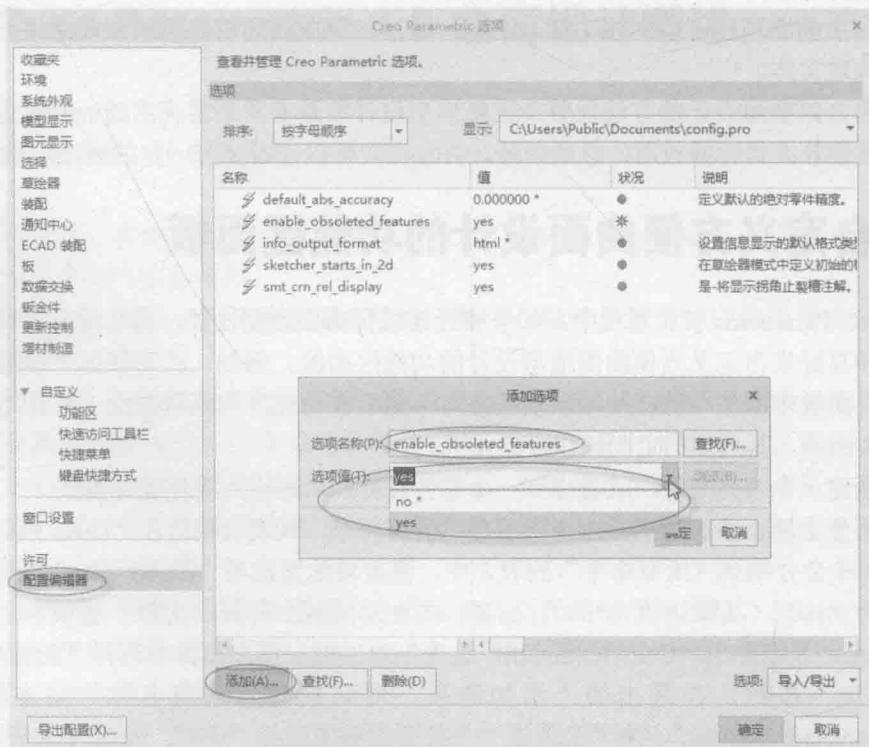

图 1-2 利用“Creo Parametric 选项”对话框等设置配置选项的值
① 新建一个零件文件，或者打开一个零件文件，从而进入零件设计模式。
② 要使上述要添加的工具命令显示在“所有命令”列表（稍后在“Creo Parametric 选项”对话框中会介绍到“所有命令”列表）中，需要将配置选项“enable_obsoleted_features”的值设置为“yes”（其默认值为*no）。这里，先在功能区上打开“文件”选项卡，接着选择“选项”命令，系统弹出“Creo Parametric 选项”对话框，在左窗格中选择“配置编辑器”，单击“添加”按钮，在弹出的“添加选项”对话框的“选项名称”文本框中输入“enable_obsoleted_features”，从“选项值”下拉列表框中选择“yes”，如图 1-2 所示，然后单击“添加选项”对话框中的“确定”按钮，再单击“Creo Parametric 选项”对话框中的“确定”按钮，并确定要将这些设置保存到配置文件。